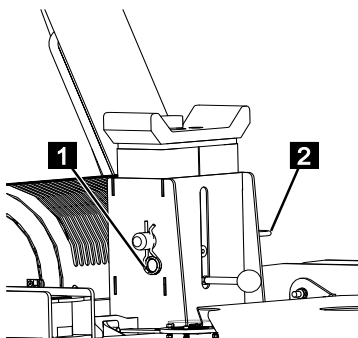

Fig. 111
3. Retirer la goupille fendue à ressort (Fig.111/1) de la cheville de verrouillage (Fig.111/2).
4. Retirer la cheville de verrouillage (Fig.111/2).